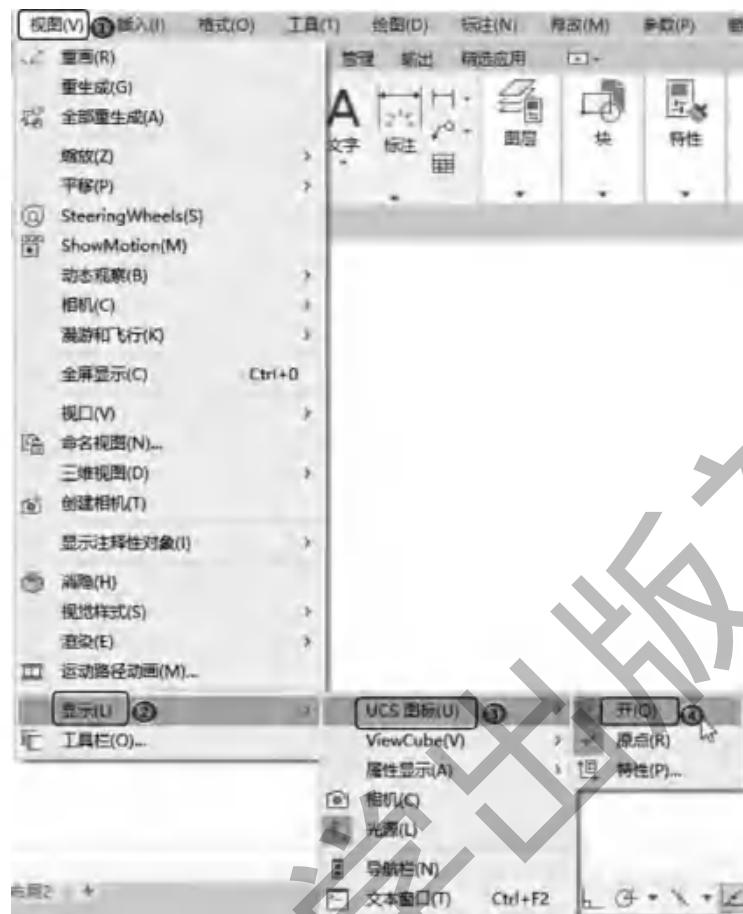

图 1-14 “视图”菜单
② 在“颜色”下拉列表框中,选择需要的窗口颜色,然后单击“应用并关闭”按钮,此时 AutoCAD 的绘图区就变换了背景色,通常按视觉习惯选择白色为窗口颜色。
在绘图区的左下角,有一个箭头指向的图标,称为坐标系图标,表示用户绘图时正使用的坐标系样式。坐标系图标的作用是为点的坐标确定一个参照系。根据工作需要,用户可以选择将其关闭,其方法是选择菜单栏中的 ①“视图”→②“显示”→③“UCS 图标”→④“开”命令,如图 1-14 所示。